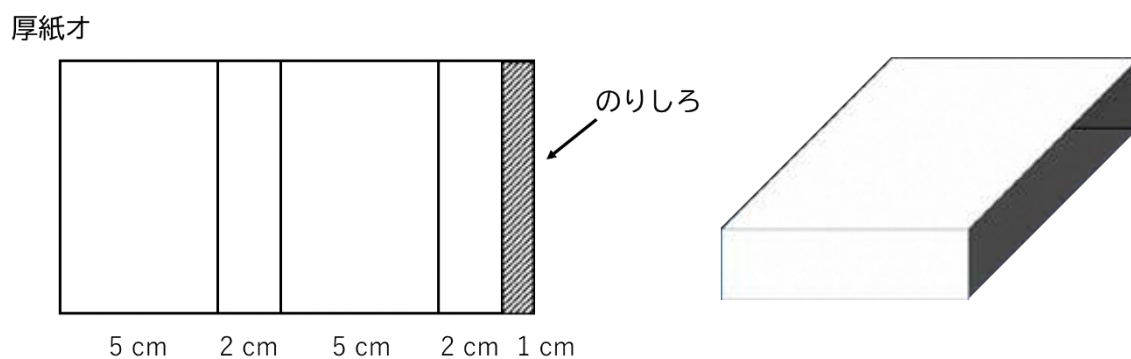

図9
④ 厚紙オを下図のように折り曲げてテープで止めて台を作る。(図9)